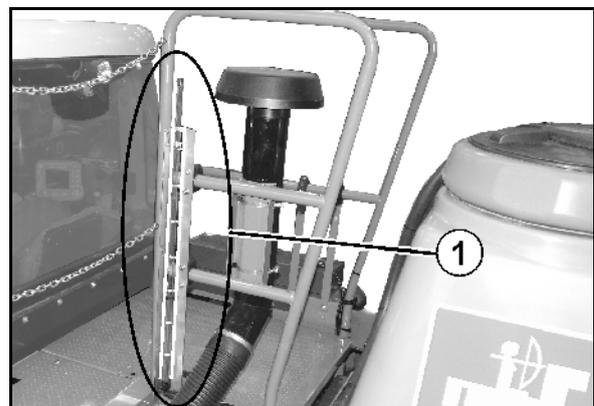

Fig. 74
- Füllstandsanzeige beobachten (Fig. 74/1).